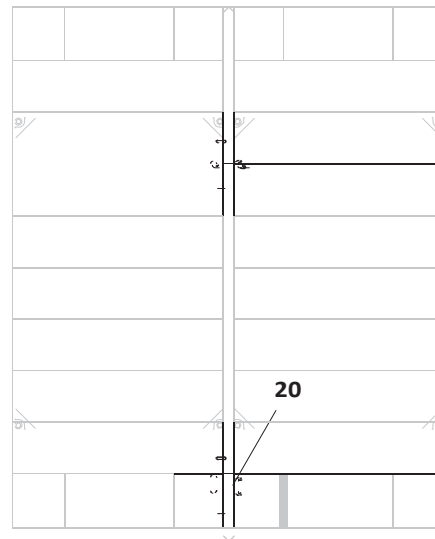

Fig. A4.01
2 x направл. скоби DRS (20) за стандартно закрепване. (Fig. A4.01)